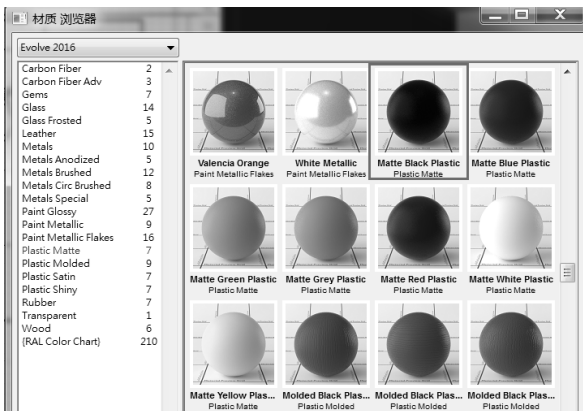

图 8-21 在材质浏览器中选择材质球
3) 在渲染工具栏中，单击“材质库”按钮，打开材质浏览器。在材质浏览器中选择材质的优势在于，用户可以缩放材质球进行仔细观察。在左侧分类中选择“Plastic-Matte”，选中该组中的第 3 个材质球“Matte Black Plastic”，将其施加在 LED 灯的灯座上，如图 8-21 所示。